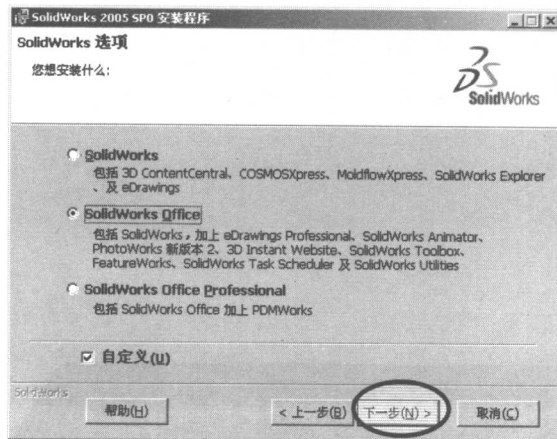

图 1-2
2. 选择（SolidWorks Office）选项，单击（下一步）按钮，如图 1-2 所示。